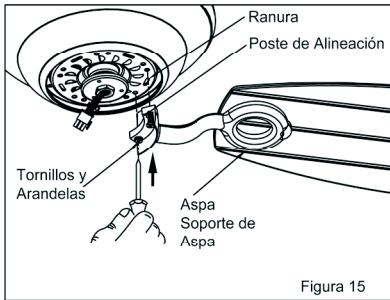

Figura 15
**Paso 3** Sujetá la asamblea de la aspa al motor por insertando el poste de alineacion en la ranura del fondo del motor y apreta los tornillos firmamente. Nota que los tornillos ya estan sujetado en, el soporte de la aspa (Figura 15).